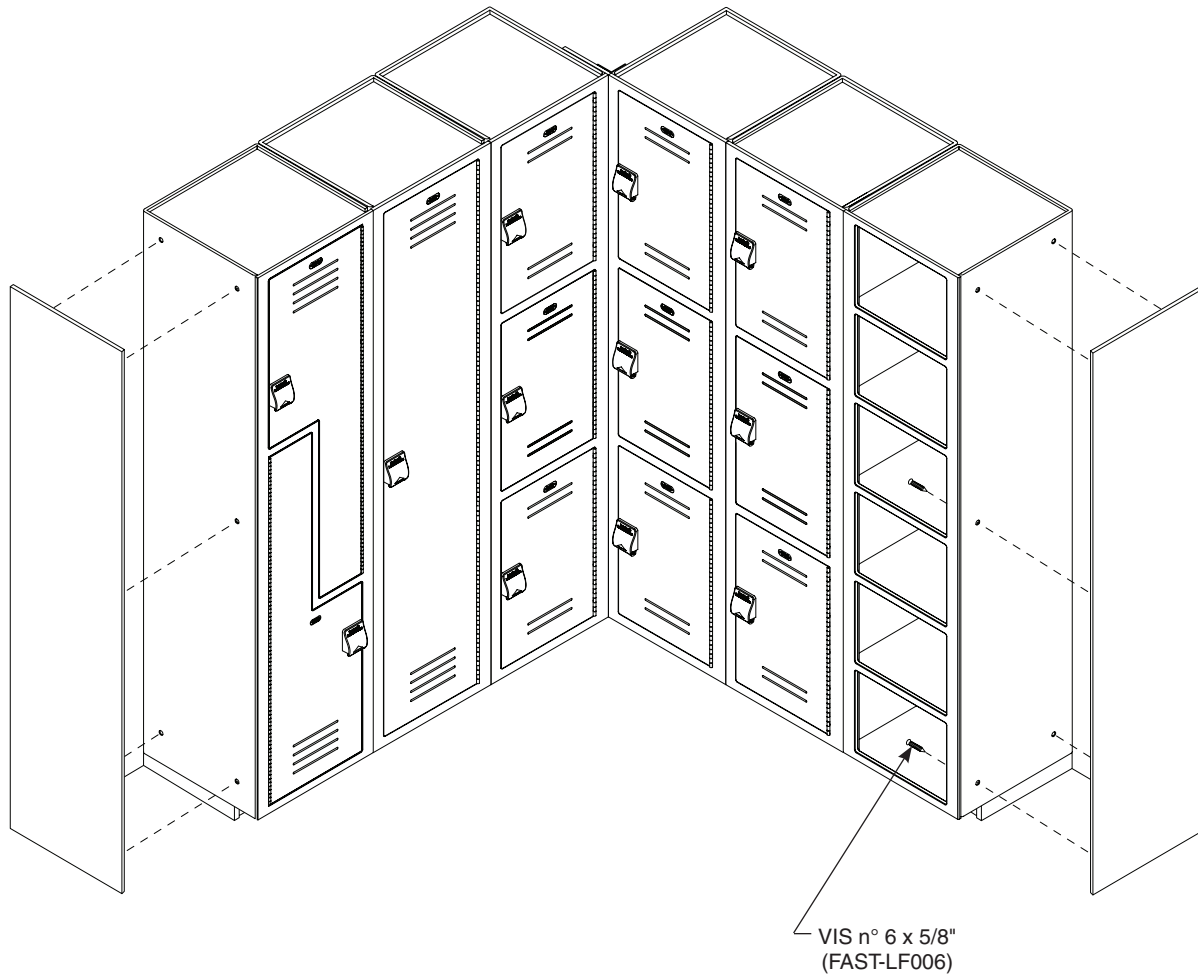

Figure 8
*Le toit incliné en option n'est pas représenté à la Figure 8.*
1. Percer cinq trous de 3/16 po à travers chaque côté de casier exposé sur lequel un panneau d'extrémité doit être attaché aux emplacements indiqués à la Figure 8. Ne pas percer le panneau d'extrémité.
2. Fixer le(s) panneau(x) d'extrémité au(x) casier(s) avec les vis n° 6 x 5/8 po lg fournies (voir Figure 8). Les vis doivent être insérés par l'intérieur du casier et vissées dans le panneau d'extrémité. Les vis ne doivent pas traverser complètement le panneau d'extrémité.